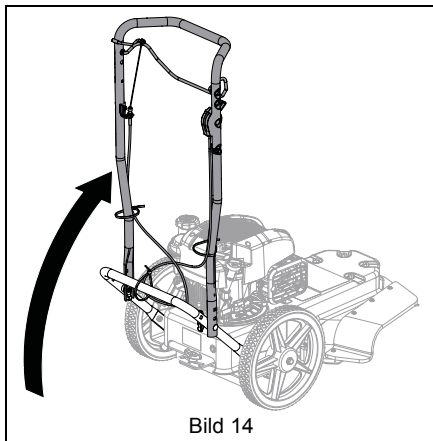

Bild 14
4. Lossa styrstångens vingknappar och rotera styrstången till vertikal position. Dra åt vingknapparna. Se Bild 14.